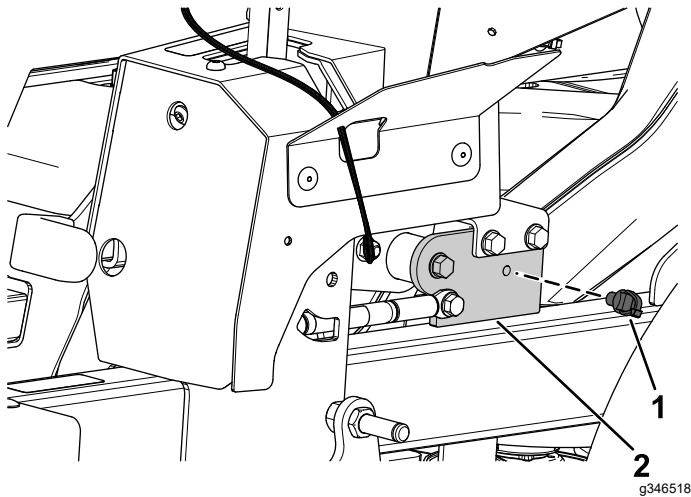

Bild 11
1. Montieren Sie die vordere Druckbefestigung in die Halterung des Feststellbremshebels (Bild 11).